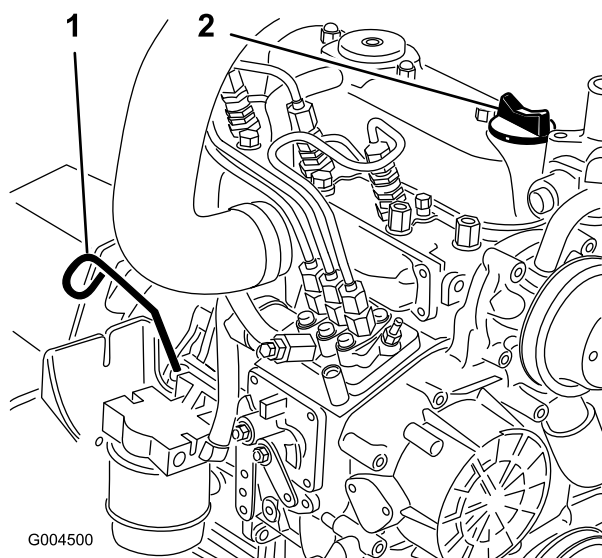

Figura 45
2. Togliete l'asta di livello (Figura 45), tergetela e reinseritela. Rimuovete l'asta e controllate il livello dell'olio.
3. Se il livello dell'olio non raggiunge il segno di pieno, togliete il tappo di riempimento (Figura 45) e rabboccate con olio fino a portarlo al segno Full sull'asta di livello.